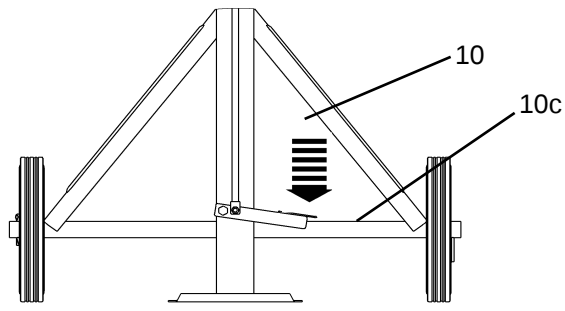

Fig. 11
7. Coloque a biela (10) na posição inferior com os pés. (Fig. 11) .
2. Coloque o produto na posição desejada e marque a posição dos dois orifícios com os orifícios de montagem (7c) (Fig. 11).